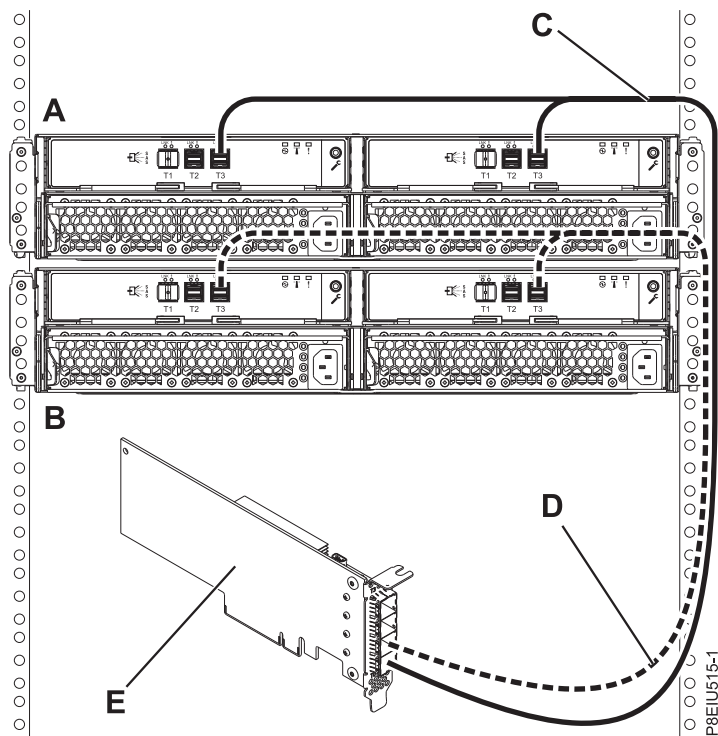

Рисунок 14. Подключение двух корпусов памяти ESLL или ESLS с помощью кабелей YO12 к одному адаптеру SAS (FC EJ0J или FC EJ0M), режим 1
14. Подключите два корпуса (A и B) с помощью кабелей YO12 (C и D) к одному адаптеру SAS FC EJ0J или FC EJ0M (E) в режиме 1 (см. рис. 14 на стр. 15) и перейдите к шагу “Подключение кабелей данных, кабелей питания и установка крышек” на стр. 21.
**Примечание:** Адаптер SAS (E) обладает доступом ко всем 24 или 48 отсекам накопителей.